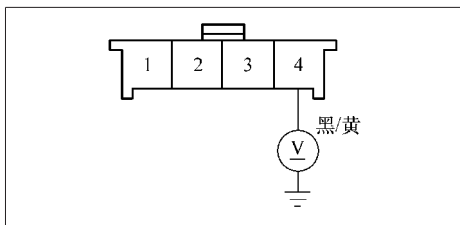

图 8-60 测试 A/C 压缩机驱动器电源
- 4) 如图 8-60 所示, 测量空调 (A/C) 压缩机驱动器 4 芯插接器 4 号端子与车身搭铁之间是否为蓄电池电压。